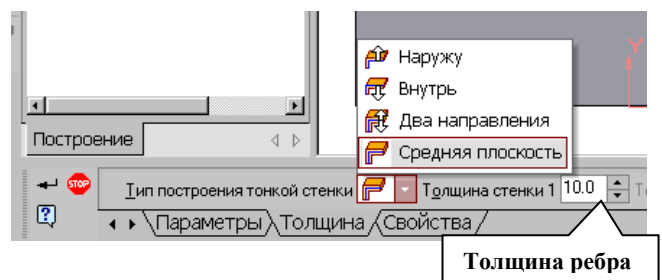

Рис.9 Выбор толщины ребра
5. Для построения ребер жесткости служит кнопка  Ребро жесткости. На панели свойств команды (рис.9) закладка Толщина позволяет выбрать Толщину ребра жесткости. Закладка Параметры позволяет определить: